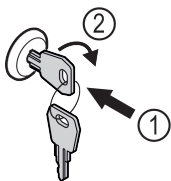

Fig. 103
- ▶ Sätt in nyckeln Fig. 103 (1).
- ▶ Vrid nyckeln 90° medurs Fig. 103 (2).